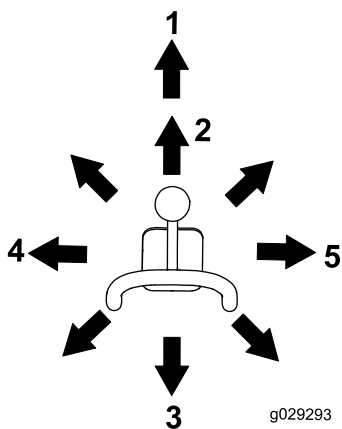

Рисунок 11
- Для того, чтобы наклонить навесное оборудование вперед, медленно перемещайте рычаг вправо (Рисунок 11).
- Для того, чтобы наклонить навесное приспособление назад, медленно перемещайте рычаг влево (Рисунок 11).
- Для того, чтобы опустить кронштейны погрузчика, медленно перемещайте рычаг вперед (Рисунок 11).
- Для того, чтобы поднять кронштейны погрузчика, медленно перемещайте рычаг назад (Рисунок 11).
- Чтобы опустить кронштейны погрузчика в фиксированное (плавающее) положение, нажмите на рычаг до упора вперед (Рисунок 11).